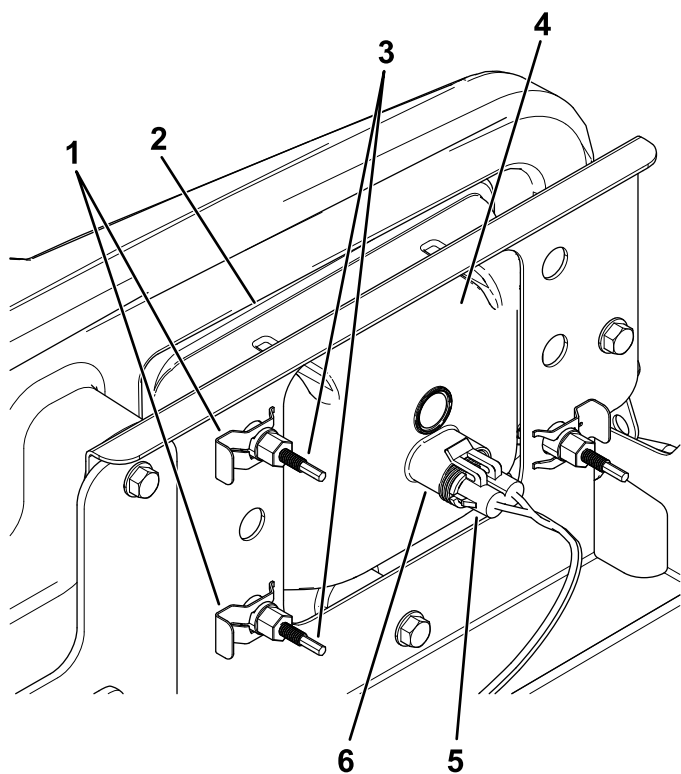

Bild 46
3. Schließen Sie den elektrischen Anschluss für den Kabelbaum vom Lampenanschluss ab (Bild 46).
- Entfernen Sie die Schellen, mit denen der Scheinwerfer an der Scheinwerferhalterung befestigt ist (Bild 46).
- Schieben Sie den Scheinwerfer nach vorne durch die Öffnung in der vorderen Stoßstange und entfernen Sie ihn (Bild 46).
- Setzen Sie den neuen Scheinwerfer durch die Öffnung in der Stoßstange ein (Bild 46).
- Schließen Sie den elektrischen Anschluss für den Kabelbaum am Lampenanschluss an (Bild 46).
- Drehen Sie die Einstellschrauben an der Rückseite des Scheinwerfers (Bild 46), um den Scheinwerfer zu drehen und den Scheinwerferstrahl einzustellen.